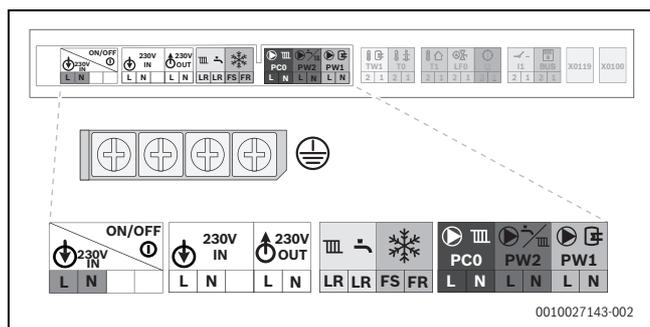

Fig. 72 Plaque de tension réseau : bornier
- Raccorder le câble au bornier des accessoires externes (→ figure 72 et figure 73).